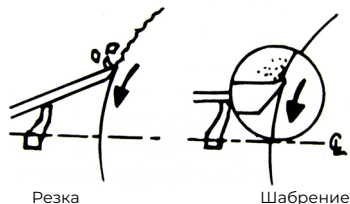

Рис. 8
- Для шабрения зубило держат под прямым углом к рабочей поверхности. Этот инструмент удаляет мелкие частицы вместо стружки. См. Рисунок 8.